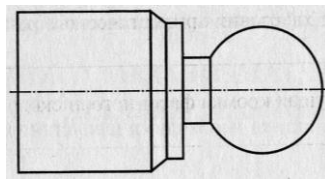

Рис. 8.
18. Нарисуйте последовательность обработки сферической поверхности при изготовлении детали, изображенной на рис. 8, вместе с обрабатывающим инструментом.